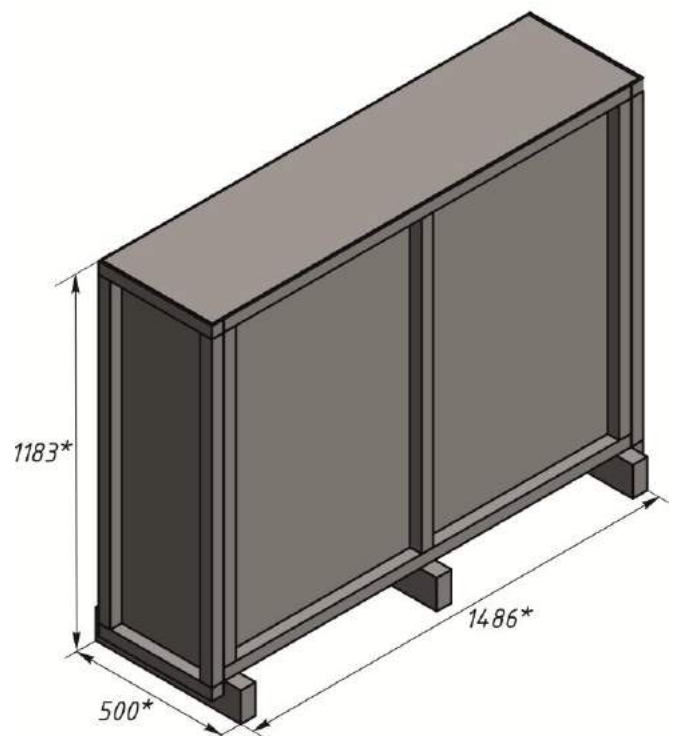

Рисунок 5 - Транспортная тара для турникета
- транспортная тара (ящики из ДВП или деревянные) (Рис.5).